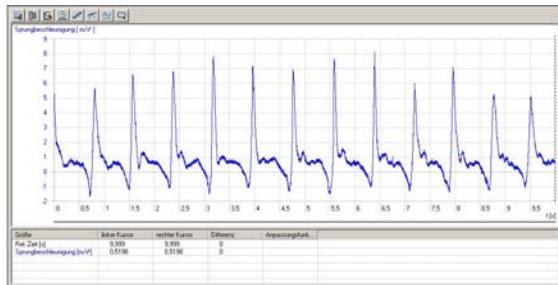

Fig. 1 Registrado o comportamento de aceleração característico no tornozelo duma „pessoa pulando corda”, com 3B NET^{lab}™ (U11310)
Observe na Fig. 1 a aceleração gravitacional permanentemente atuante de $9,81 \text{ m/s}^2$, que na curva de medição produz um valor inferior a 1-g.
- Iniciar a leitura do diagrama de medição no 3B NET^{lab}™ (Fig. 1).